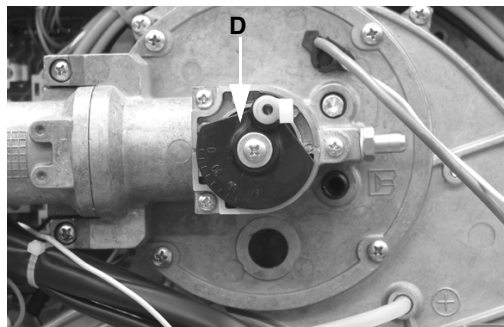

Fig. 22: Nueva posición
- 11 Rotar 180° el disco **D** fijando el tornillo **VF** (Fig. 22).